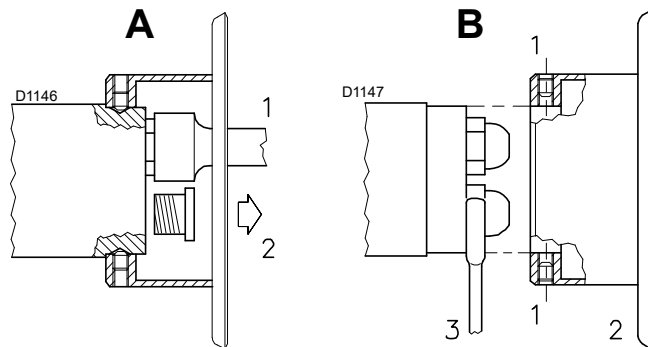

Fig. 16
- Montar las dos boquillas con la llave de tubo 1)(A Fig. 16) (de 16 mm), después de quitar los tapones de plástico 2)(A Fig. 16), pasando por la apertura central del disco de estabilidad llama o aflojar los tornillos 1)(B Fig. 16), quitar el disco 2)(B Fig. 16) y sustituir las boquillas con la llave 3)(B Fig. 16).